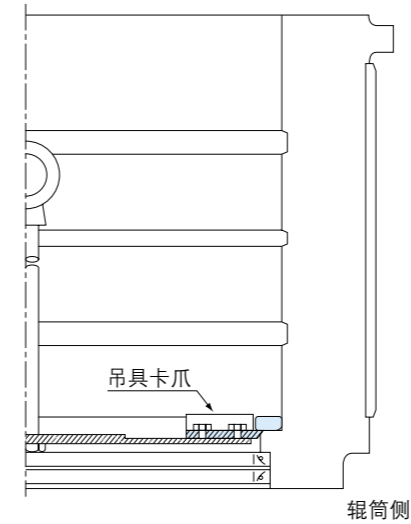
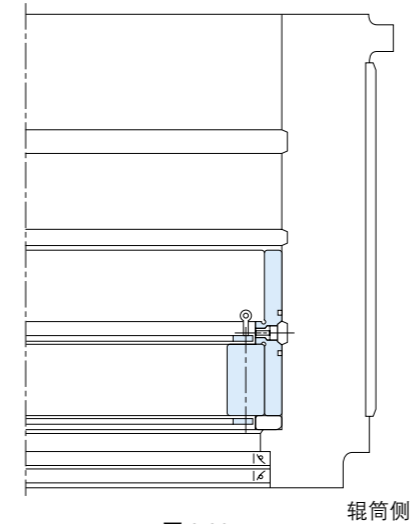

图 3.21
图 3.22
- (1) 让轴承座的辊筒端朝下。
- (2) 先给轴承座内孔涂抹润滑剂，再给平挡圈全面涂抹润滑剂。
- (3) 将平挡圈有标记一面朝下，用吊具吊进去（见图 3.21）。
- (4) 使用塞规等器具确认平挡圈端面紧贴轴承座挡肩。
- (5) 给配合代号 AB 的外圈全面、A 列滚子保持架的滚子滚动面及两端面涂抹润滑剂。
- (6) 让 A 列滚子保持架的标记面朝下，套上配合符号 A 面朝下的外圈，而后将专用吊环螺栓装进保持架上的 4 个螺孔之内，吊起对准承载位置代号轻轻插入（见图 3.22）。